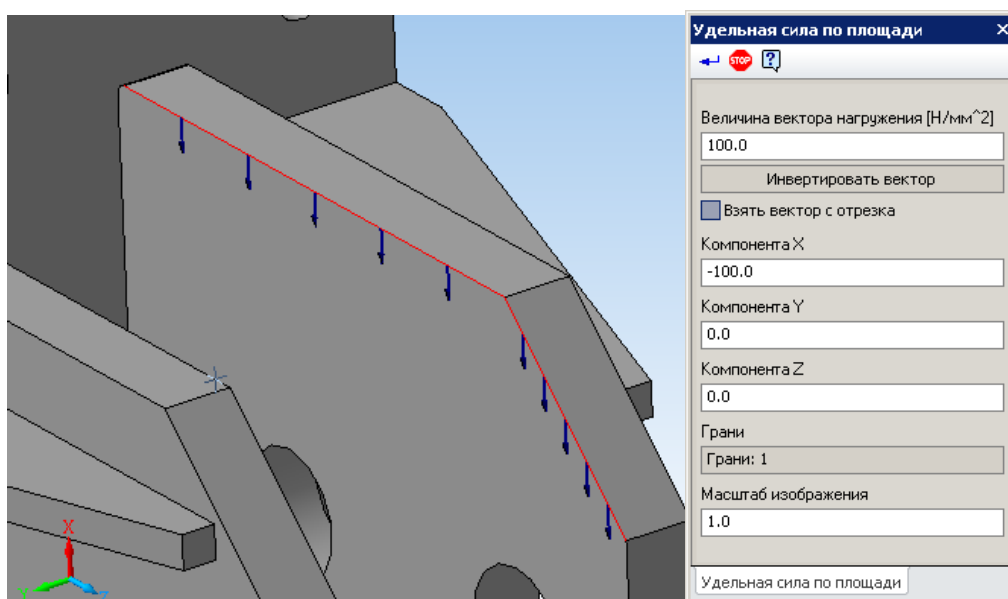

Рис. 2.6. Задание удельной силы по длине
**Приложить удельную силу по длине** - выбрав данную команду, Вы сможете приложить равномерно распределенную силу к ребру трехмерной модели. Укажите ребра, к которым будет приложена сила (Рис. 2.6).